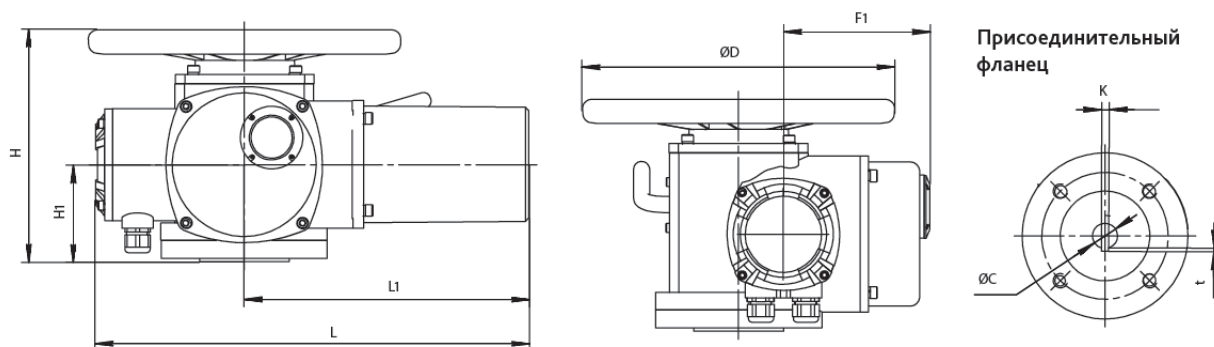

Рис. 1. Габаритные характеристики электроприводов
1.2.6. Основные габаритные характеристики приведены на рис.1, в табл. 1, технические характеристики электроприводов представлены в табл. 2,